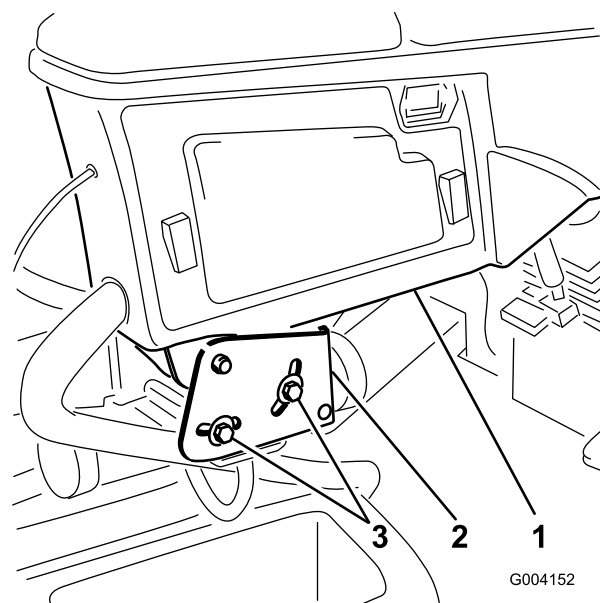

図 3
1. コントロール・アームをリテーナ・ブラケットに固定している2本のボルトをゆるめる（図 3）。